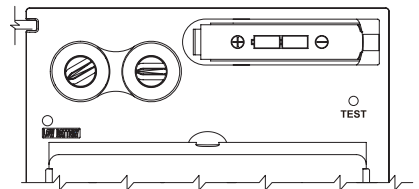

Fig.1
- **Installation de la pile.** Veuillez remplacer la pile dès que le témoin de charge insuffisante passe au rouge. Installez la nouvelle pile en vous assurant que les pôles positifs et négatifs sont dans le bon sens (cf. fig. 1).
(cf. fig. 1). En relâchant, la fenêtre de visualisation se changera automatiquement à l'état clair (DIN 3.5).